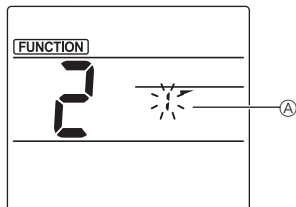

Fig. 3-2
- ② Välja nummer för fläktblad (Fig. 3-2) Tryck på knapparna [▲] för att välja nummer ① för fläktblad och tryck därefter på knappen [SET].